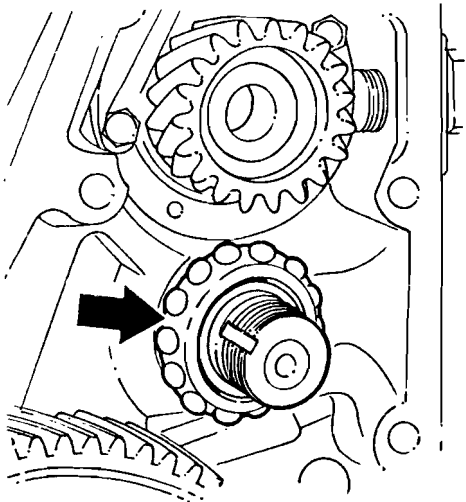

Fig. 178
- 28 Montar la pista de bolas interior en el aro interior del cojinete, ver fig. 178.